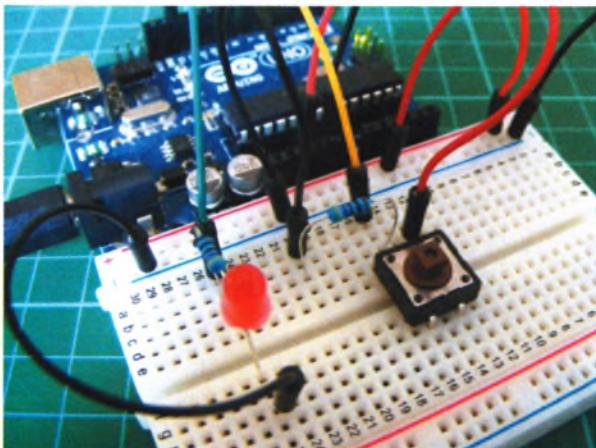

РИСУНОК 1.3
- Установите кнопку на макетную плату, как показано на рис. 1.3.